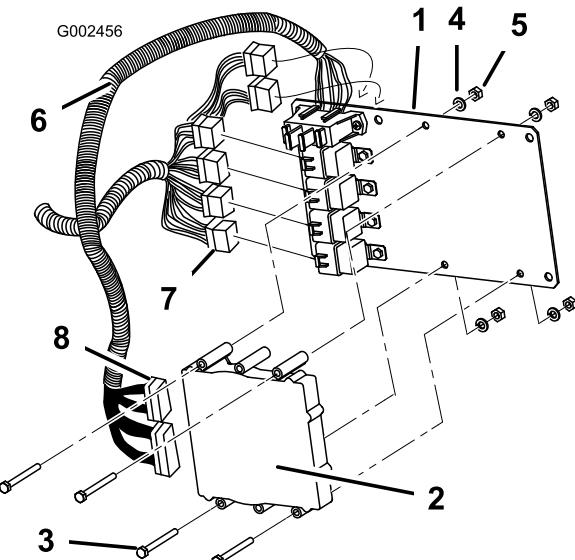

Figura 8
5. Fissate l'UCE alla piastra di appoggio (Figura 8) con 4 bulloni (1/4 x 2-1/2 poll.), 4 rondelle di bloccaggio (1/4 pollice) e 4 dadi (1/4 pollice).
6. Collegate i terminali relè del cablaggio ai 6 relè sulla piastra di appoggio (Figura 8).
7. Collegate i 2 terminali modulo di comando (uno lungo e uno corto) del cablaggio all'UCE (Figura 8).